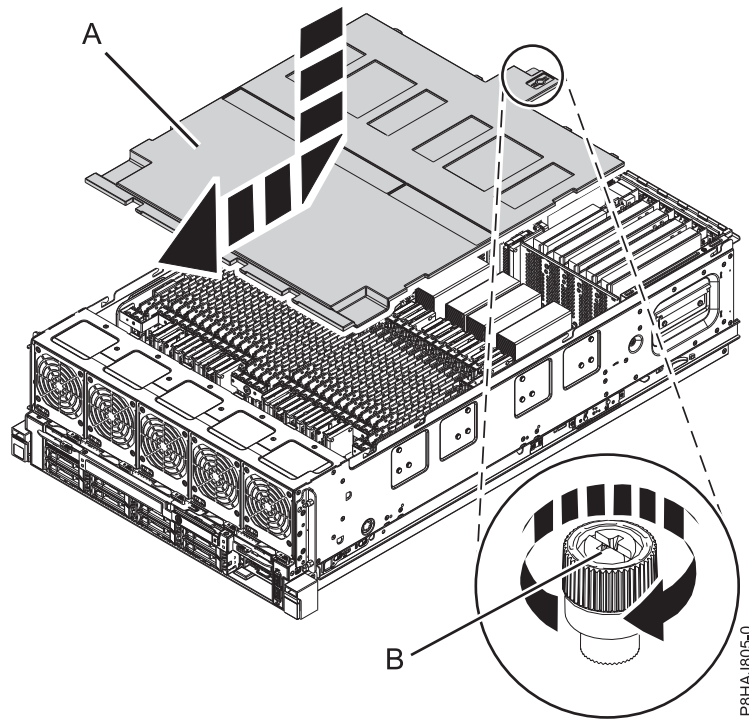

Figure 12. Remise en place du capot de sécurité
2. Poussez le capot de sécurité (A) en direction du châssis.
3. Serrez la vis moletée (B) en la tournant dans la direction illustrée dans figure 12, à la page 33 dans le but de fixer le capot de sécurité au châssis.